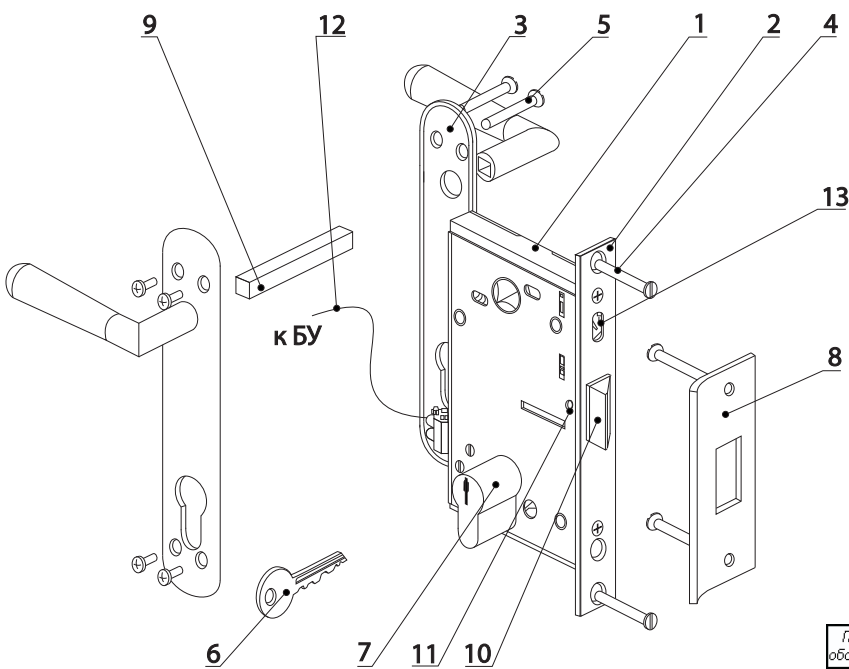

Рис.1 Состав и внешний вид замка.
Состав и внешний вид замка показаны на рис.1.
Монтаж замка на дверь следует производить в следующем порядке (см. рис.1)
- вывинтите полностью установочный винт 11 ключом шестигранным S2,5 (рис.1);